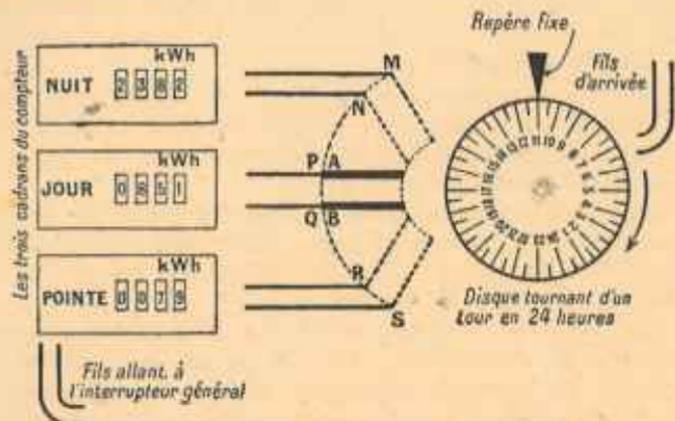

Fig. 40. — Principe de l'horloge change-tarif.
(1) Toute erreur de lecture est évitée lorsque la minuterie à aiguilles, décrite ci-dessus, est remplacée (ce qui est encore rarement le cas) par une minuterie à rouleaux (ou à tambour), qui offre l'apparence du totalisateur kilométrique d'une auto (voir fig. 40).
Ce tarif n'est pas applicable à l'éclairage; il doit comporter un circuit spécial (en gros fils), généralement à 230 volts. Le compteur comporte trois cadrans; il est commandé par une horloge change-tarif (fig. 40); les deux appareils sont loués par le secteur. L'horloge peut se remonter à la main ou bien elle peut être à remontage électrique (§ 91) : elle possède un disque gradué de 1 à 24, qui passe devant un repère. A chacune des heures indiquées ci-dessus, l'horloge, par un système d'élec-